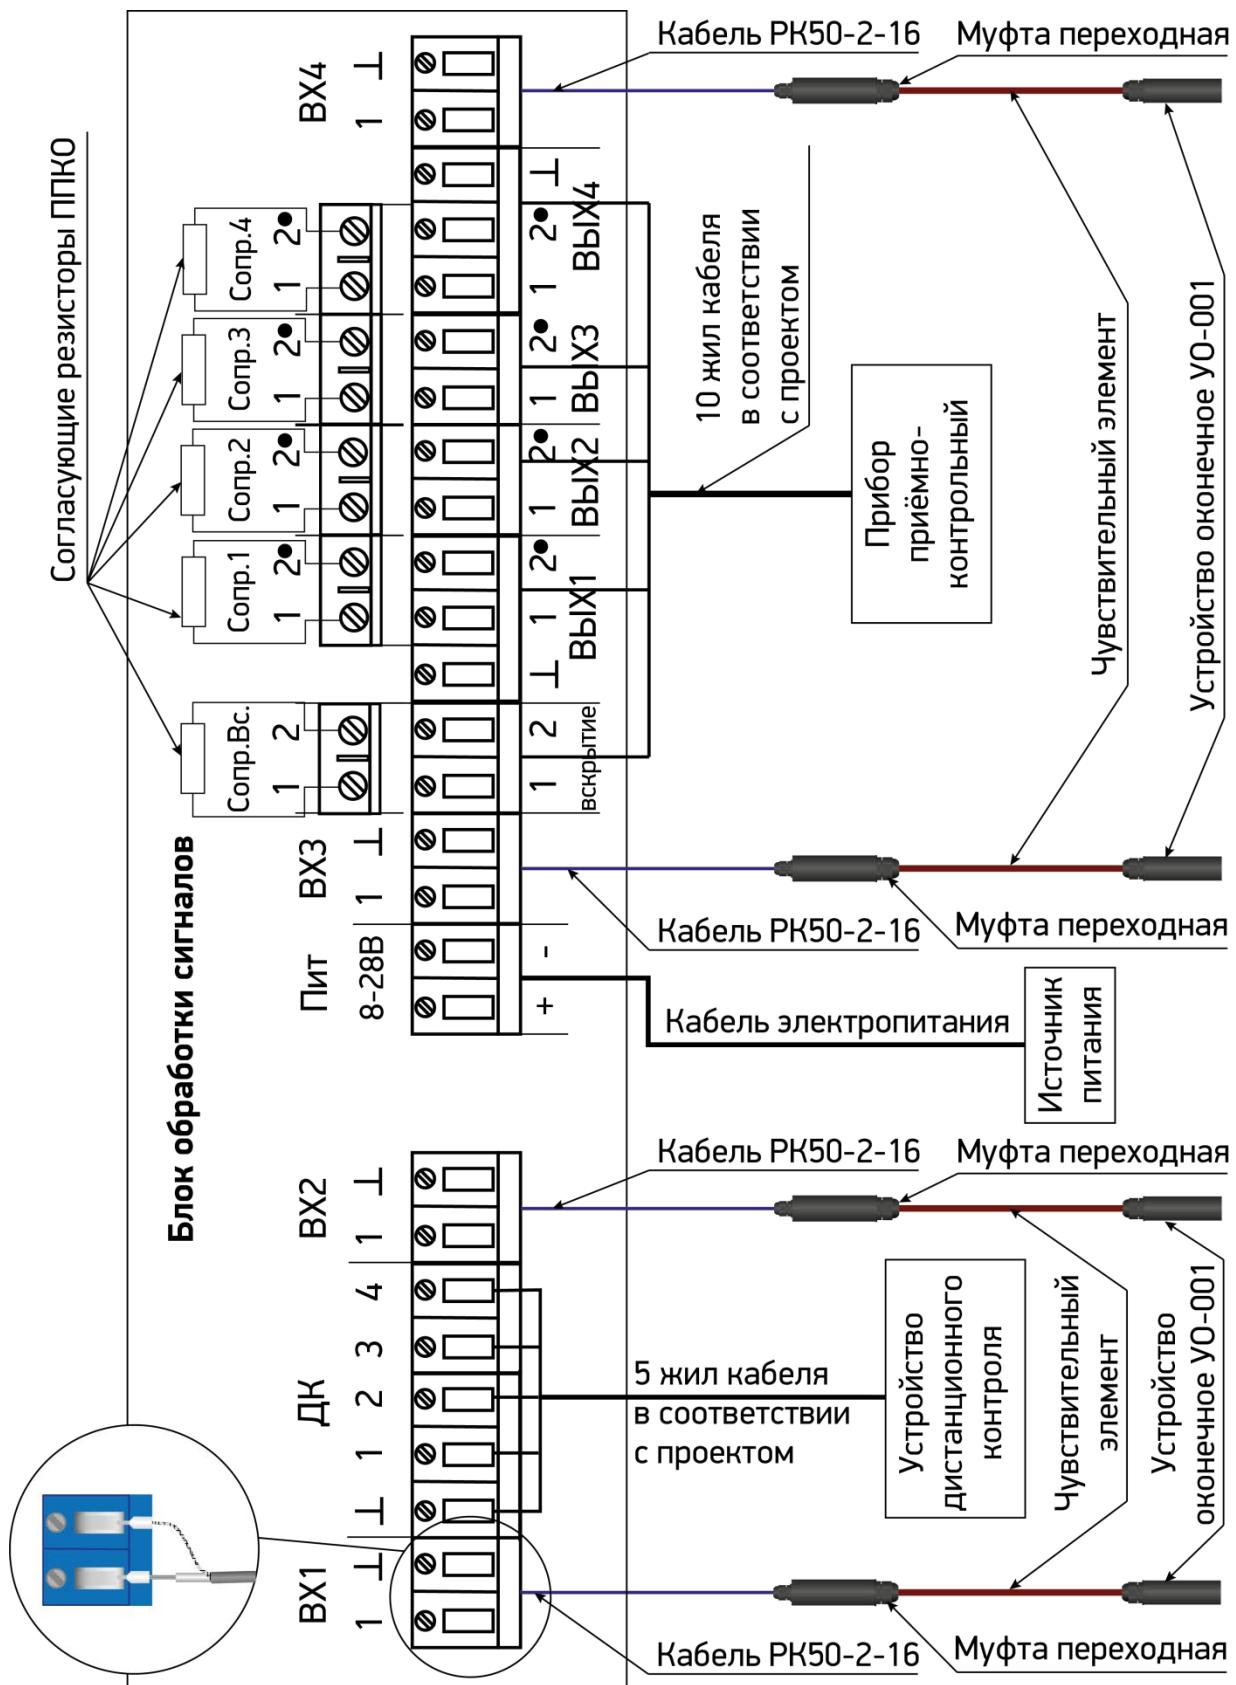

Рисунок 5.2—Схема подключения извещателя
2. Если конструкцией ППКО предусмотрено применение резисторов с последовательным и параллельным включением, то последовательное включение осуществляется в соответствии с рис.5.2, а параллельное – путем установки ножек резистора в клемму « 2\*» для согласующих резисторов и в клемму « 2\*» для подключения выходной цепи соответствующего канала (рисунок 5.2а).
Рисунок 5.2а – Схема подключения извещателя с последовательным и параллельным включением согласующих резисторов